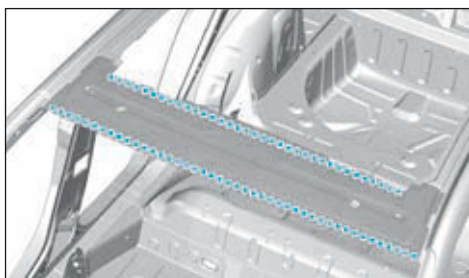

FIG.156
- points électriques (Fig.156),